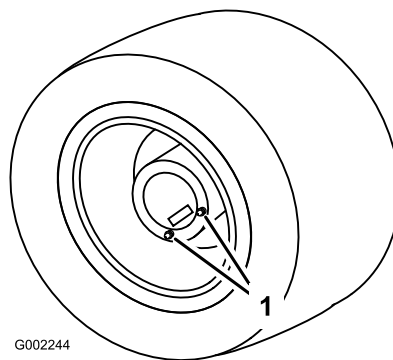

Figure 49
1. Placez le pulvérisateur sur une surface plane et horizontale et positionnez les roues arrière pour la vidange, comme illustré (Figure 49).
3. Placez un bac de vidange sous les bouchons de vidange et retirez les bouchons de la roue (Figure 49).